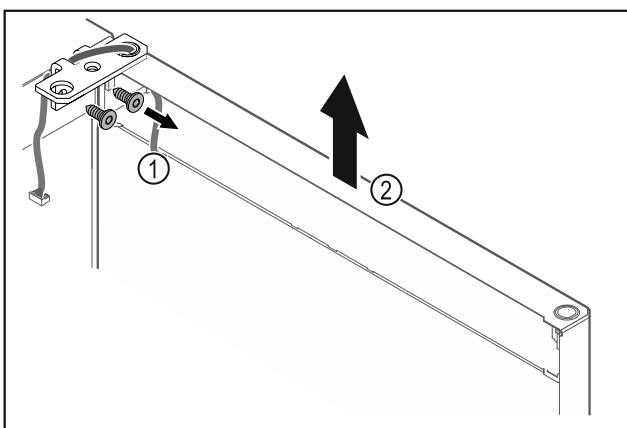

Fig. 23
- Ξεβιδώστε τη γωνία μεντεσέ Fig. 23 (1).
- Σηκώστε την πόρτα μαζί με τη γωνία μεντεσέ Fig. 23 (2) περίπου 200 mm ευθεία προς τα επάνω και αφαιρέστε τη.